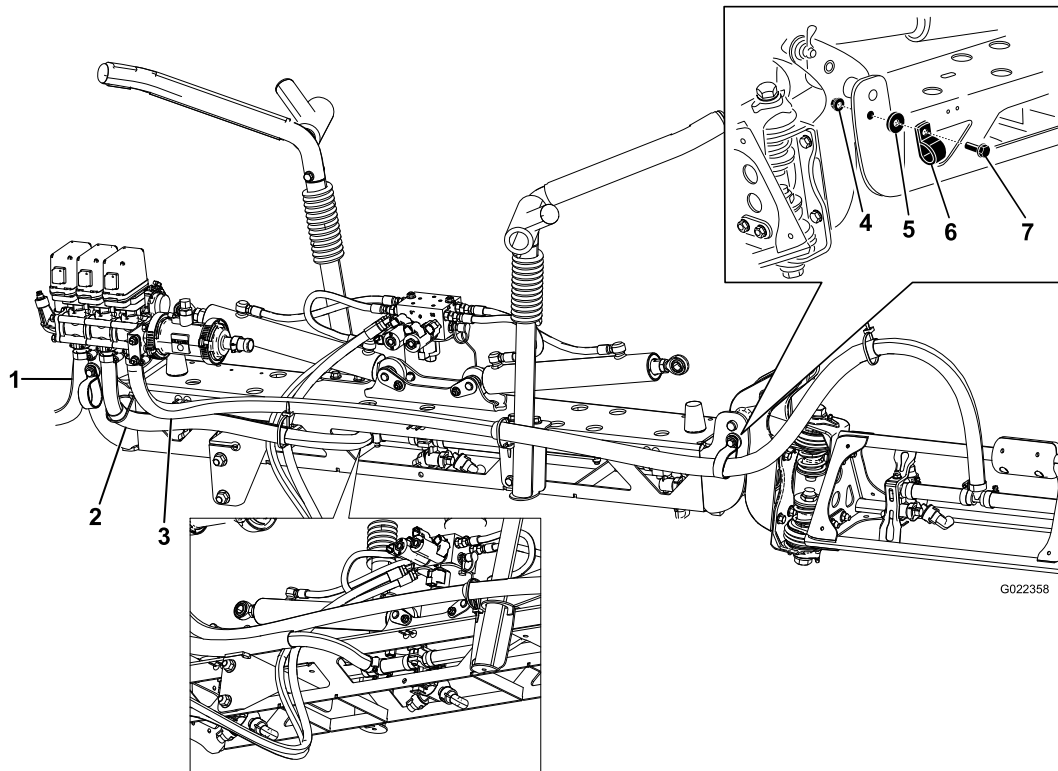

Figura 23
1. Enrute las mangueras de los brazos según se muestra en Figura 23.
**Nota:** Sujete las mangueras y las abrazaderas en R con un perno de cuello largo, una arandela y una tuerca, según se muestra en Figura 23.